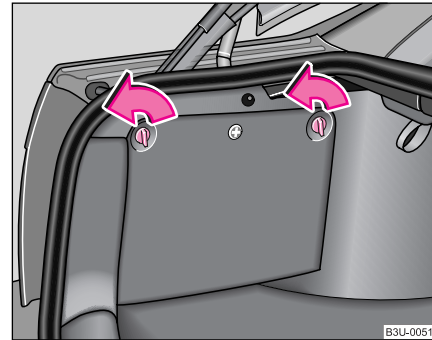

Fig. 63 Portbagajul: Compartimentul lateral
– Compartimentul se poate deschide rotind încuietorile în sensul săgeții ♥ fig. 63.